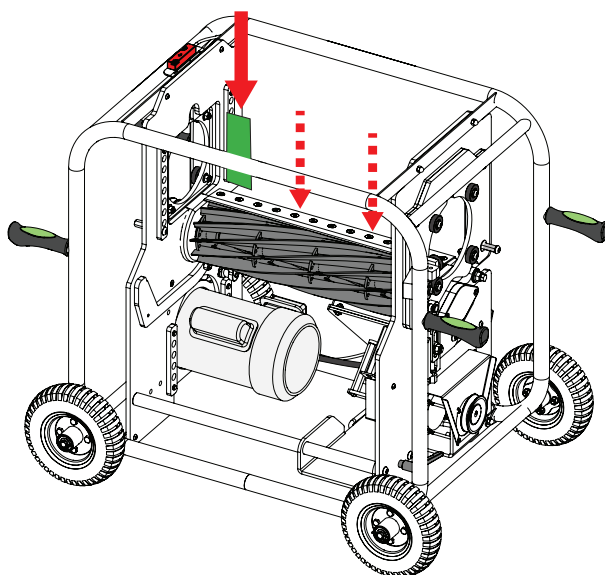

Fig. 47
- a. Inserte una hoja en ángulo recto en la navaja fija y gire las cuchillas para cortar la hoja (consulte la Fig.47).
- b. Repita el paso 8.a. en varios lugares a lo largo de la navaja fija (ver Fig.47).